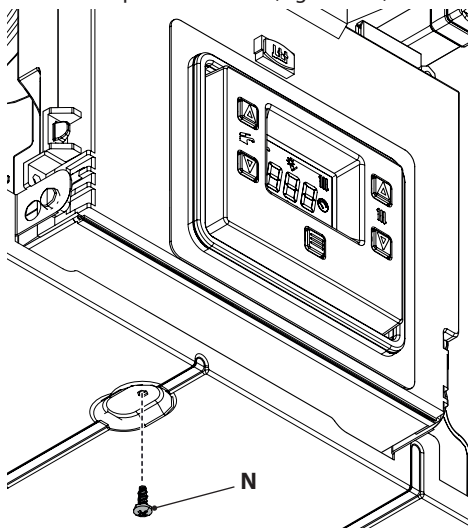

Figura 5.19
- Desenrosque el tornillo **N** (Figura 5.19).